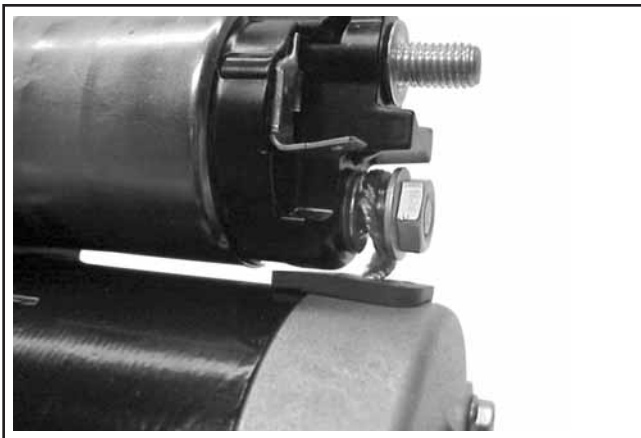

Figure 8-28. Connecter le câble de balai.
14. Connecter le câble tressé (balai) à la borne solénoïde principale inférieure et fixer avec l'écrou à bride hexagonale. Voir la figure 8-28.